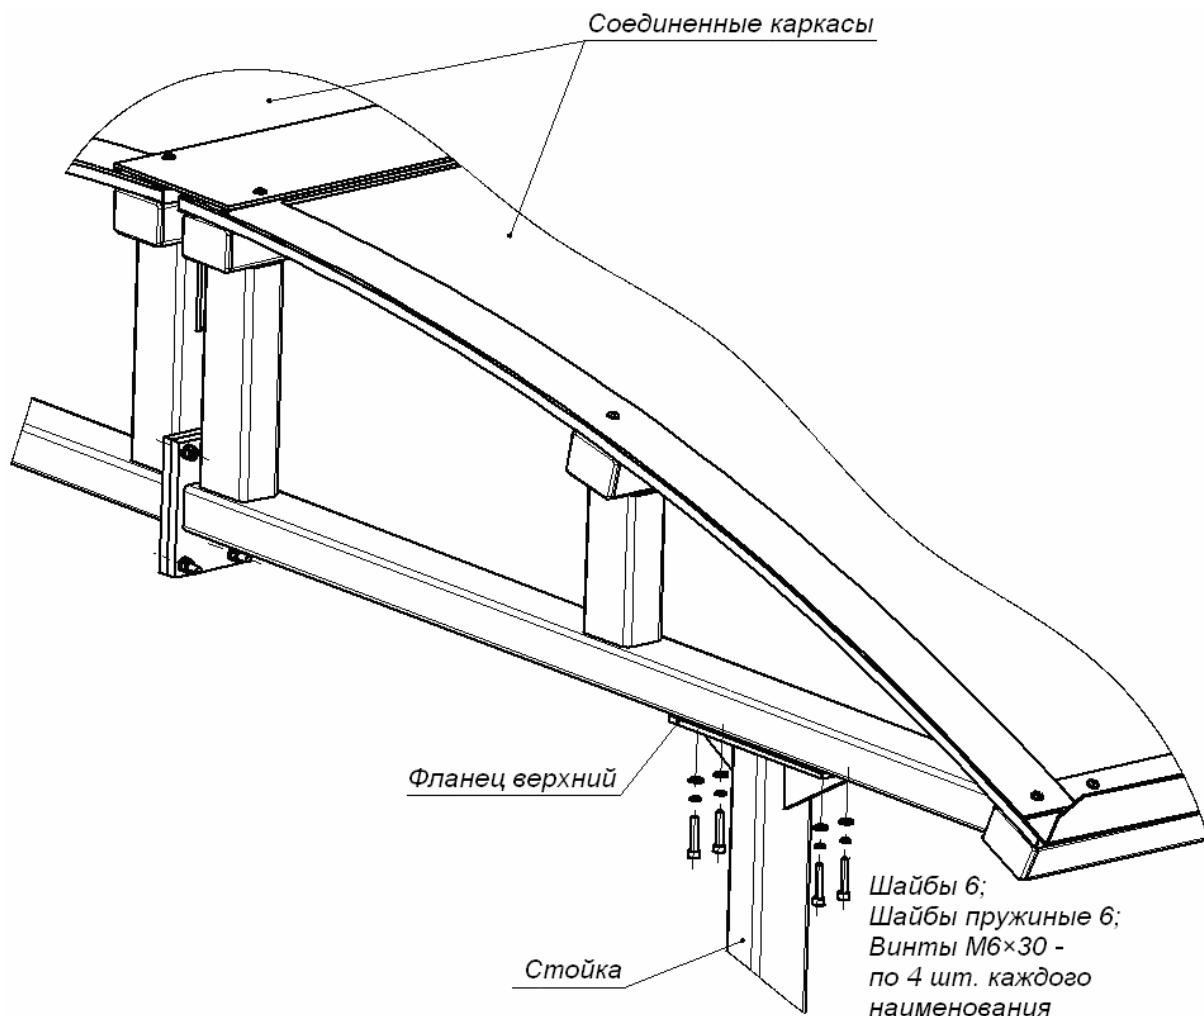

Рисунок 7 Схема крепления соединенных каркасов (1) и (2) к стойке (3)
8.3.14 Установите соединенные каркасы на ранее закрепленные стойки с учетом уклона сливов; через четыре отверстия в верхнем фланце (5) каждой стойки вверните винты $M6 \times 30$ с шайбами в резьбовые втулки в каркасах (см. рис. 7). При этом резьбовые втулки своей выступающей частью должны войти в специальные отверстия (выборку) в верхних фланцах стоек; разность диаметров втулок и выборки, а также винта $M6$ и отверстия под него во фланце позволяют компенсировать погрешности, выявившиеся при монтаже крыши.